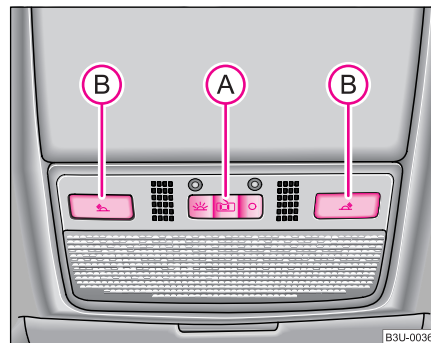

Fig. 39 Plafonul: Iluminarea interioară față
- Aduceți înterupătorul (A) ♥ fig. 39 în poziție mijlocie 🗨️. ▶
- Apăsați întrerupătorul (B) ♥ pagina 59, fig. 39, pentru a aprinde sau stinge lumina de citit din dreapta, respectiv din stânga.